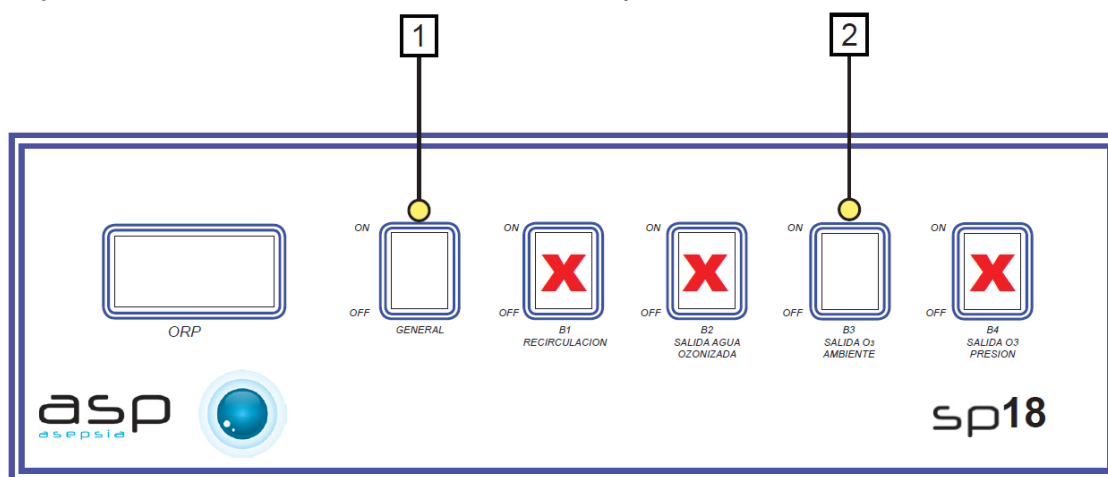

Figura 4
ATENCIÓN: Antes de continuar debe verificarse que se encuentran apagados los interruptores B1 - Bomba de recirculación de agua, B2 - Salida agua ozonizada del depósito y B4 - Salida O3 presión marcados con una “x” en la figura 4.
- 3- Activar en el panel de mandos el interruptor B3 - Salida O3 ambiente (Figura 4 posición 2).
- 4- Encender el interruptor general del panel de mandos (Figura 4 posición 1). Inmediatamente saldrá aire ozonizado por medio de la Salida O3 ambiente situada en el lateral del carro (Ver Figura 1 Leyenda 4) con un caudal de 400 m³/h y una producción de ozono de 60 g/h.